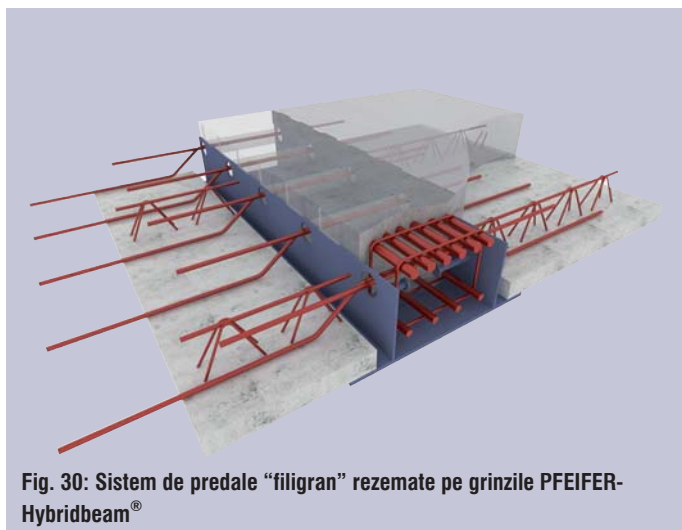

Fig. 30: Sistem de predele “filigran” rezemate pe grinzile PFEIFER-Hybridbeam®
1. Elementele de planșeu semi-prefabricate care formează partea inferioară a planșeului finit, trebuie montate și instalate conform proiectului de rezistență. Capetele predalelor vor fi așezate direct pe aripile de rezemare ale grinzii hibride PFEIFER (fig. 30).